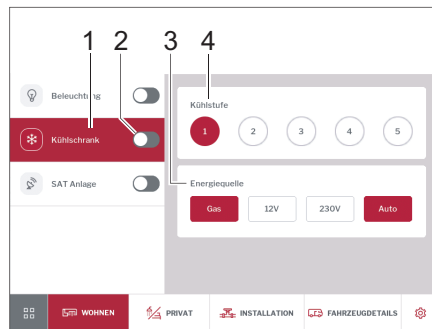

Bild 284 Kühlschrank
- Mit Schiebeschalter (Bild 284,2) Kühlschrank ein- oder ausschalten.
- Auf Schaltfläche *Kühlschrank* (Bild 284,1) tippen.
Im Bedienfeld können die Kühlstufe (Bild 284,4) und die Energiequelle (Bild 284,3) eingestellt werden.